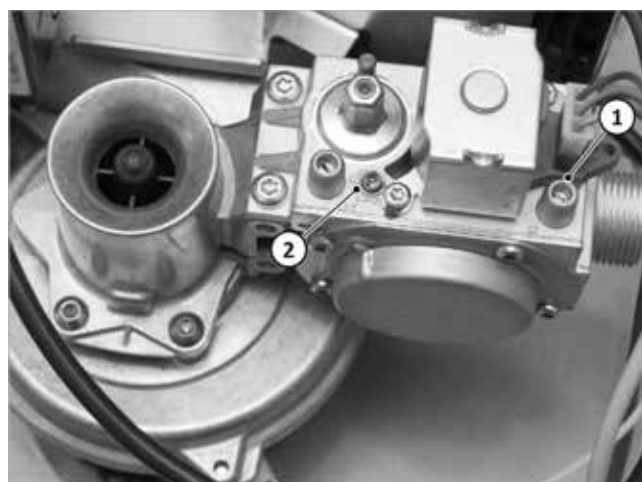

Fig. 115 : Réglage du brûleur
- Utilisez les raccords de mesure pour contrôler le débit du gaz lors du fonctionnement du brûleur ➔ Fig. 115 (1).